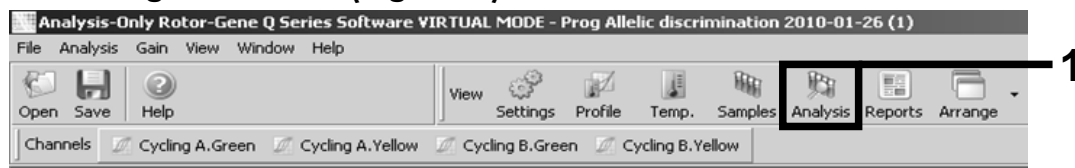

Figura 8. Analisi.
17. Al termine del programma PCR, cliccare su "Analysis" (analisi) nella barra degli strumenti (Figura 8).